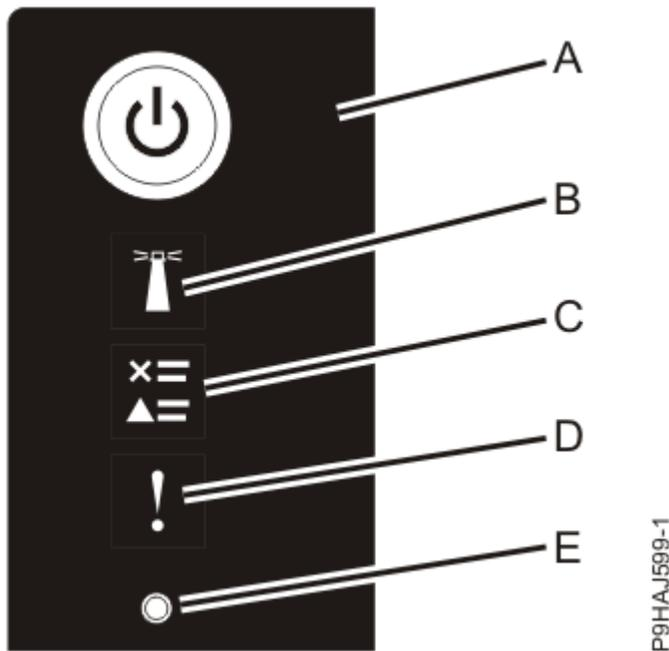

Abbildung 28. Anzeigen der Steuerkonsole
3. Drücken Sie den Netzschalter **(A)** auf der Steuerkonsole (siehe Abbildung 28 auf Seite 36).